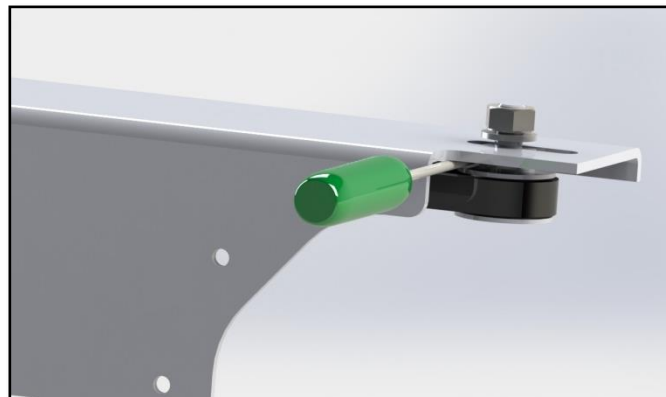

Abbildung 16 - Einstellen der Riemen Spannung mit einem Meißel
7.5. Passen Sie die Spannung des Riemens an, indem Sie die Winkel oder die Umlenkrolle weiter gegen die Kante des Seiteneinzugs drücken. Zum Spannen können Sie einen Meißel mit einer 3 mm dicken Klinge verwenden und das Werkzeug vorsichtig gegen den Winkel und gegen die Umlenkrolle biegen, so dass die Umlenkrolle gegen den Rahmen gedrückt wird. (Siehe *Abbildung 16* unten).